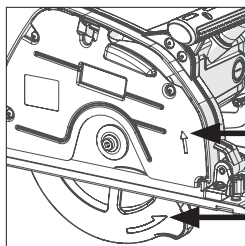

Abb. 6
- Setzen Sie das (neue) Sägeblatt ein. Stellen Sie sicher, dass die auf dem Sägeblatt aufgedruckte Drehrichtung der Richtung der Pfeile auf dem oberen und unteren Sägeblattschutz entspricht. **(Abb.6)**.